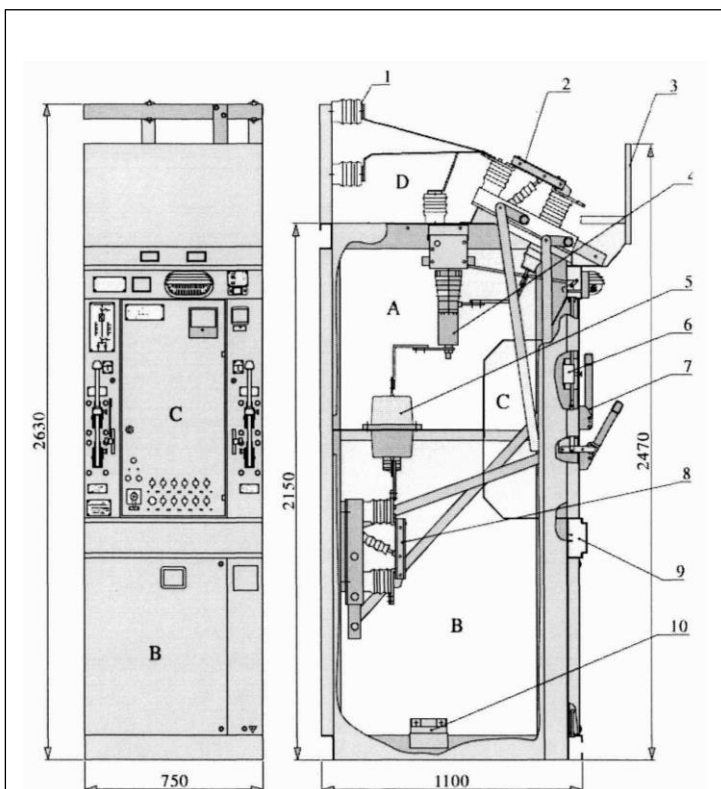

Рис. 1.2.1. Общий вид камеры КСО-298
5.2. Общий вид камеры КСО-298 показан на рис.1.2.1. В состав камеры входит малогабаритный вакуумный выключатель ВВ/TEL-10, основные достоинства которого:
5.4. Конструктивно камера КСО-298 состоит из трех отсеков (рис. 1.2.1) - высоковольтного А, релейного С, кабельного В и представляет собой метало-конструкцию, сваренную из гнутых профилей. Внутри размещена аппаратура главных цепей, на фасаде - приводы выключателей и разъединителей, а также аппаратуры вспомогательных цепей. Доступ в камеру обеспечивают две двери: нижняя – в зону кабельных присоединений, силового трансформатора или разрядников; верхняя – в зону высоковольтного выключателя, трансформаторов тока и собственных нужд. Кроме того, верхняя дверь является панелью, на которой смонтирована аппаратура
- с кабельным вводом (рис. 1.2.1) - используются, как правило, для организации подключения кабеля отходящих линий и вводов;